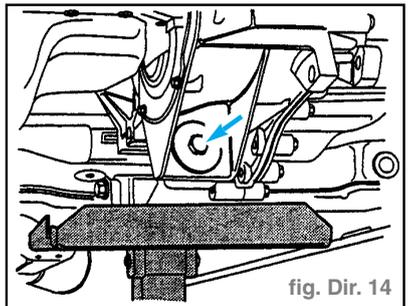

fig. Dir. 14
- Rabattre la charnière (1) vers le haut.
- Dévisser l'appui pendulaire de la boîte de vitesses. (fig. Dir. 14)